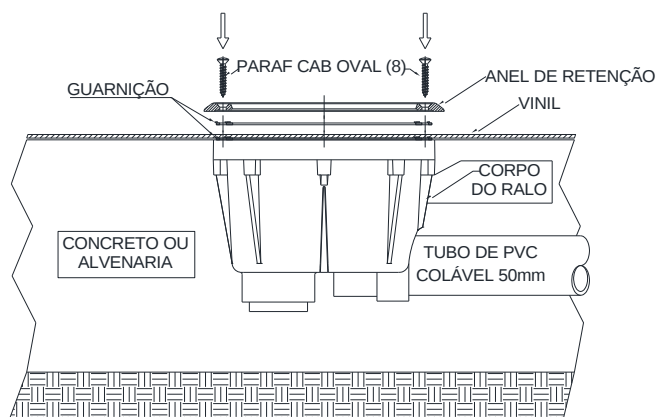

Figura 9
Faça o assentamento da bolsa de vinil sobre o ralo e encha a piscina, até o nível da água cobrir o corpo do ralo, pelo menos 10cm. Localize os furos na bolsa e fixe-a no lugar com a outra guarnição, o anel de retenção e os parafusos (8) fornecidos com o dreno (figura 9).